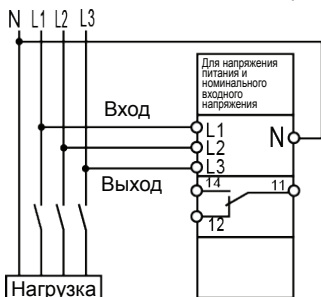

Рис. 2. Схема соединений реле NJB1-X
6.3 Способы подключения реле NJB1-X: см. рис. 2.